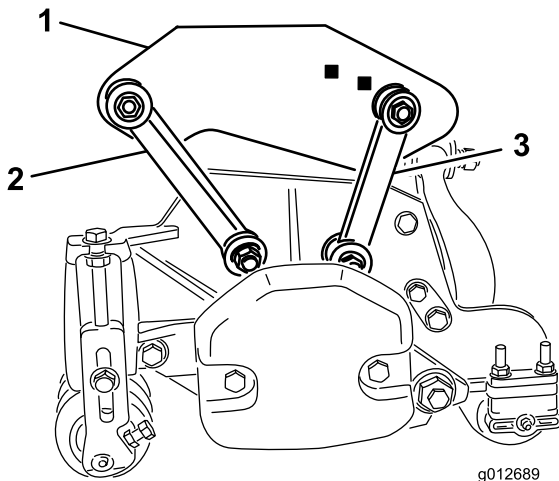

图19
- 如图19所示，用螺栓（ $\frac{3}{8}$ x 2 $\frac{1}{4}$ 英寸）、2个平垫圈和1个锁紧螺母将前安装连杆固定到承载架孔中。安装时，将垫圈放到连杆的两侧。上紧紧固件扭矩至 42N•m。
- 如图19所示，用螺栓（ $\frac{3}{8}$ x 2 $\frac{1}{4}$ 英寸）、2个平垫圈和1个锁紧螺母将后安装连杆固定到后承载架孔中。安装时，将垫圈放到连杆的两侧。上紧紧固件扭矩至 42N•m。